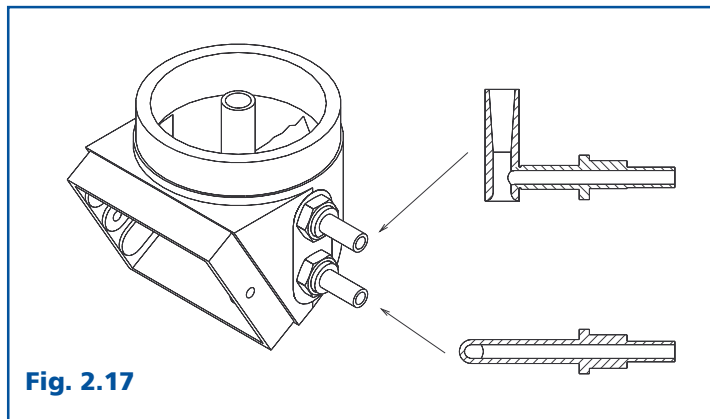

Fig. 2.17
2.13 Venturi e tubo di pitot (Fig. 2.17)